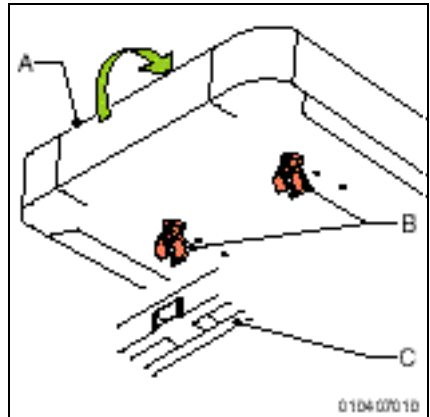

Figure 32
1. Tirez le siège (A) vers le haut (fig. 32).